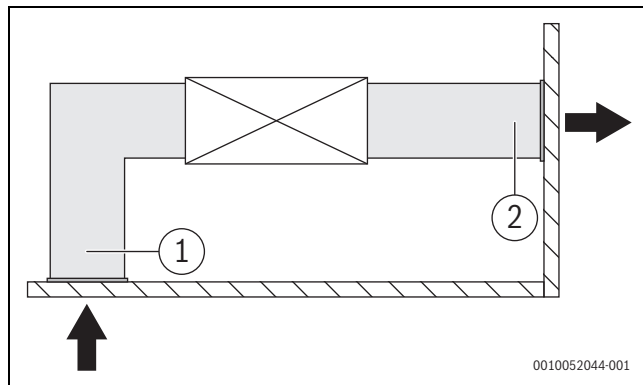

fig. 27 Njësi kanali me kërkesa për presion statik
6. Lidhni kanalën e ajrit siç tregohet në Fig. 27. Kërket përgatitja në vend për të gjithë komponentët përveç kondicionerit.
Legjenda Fig. 27: